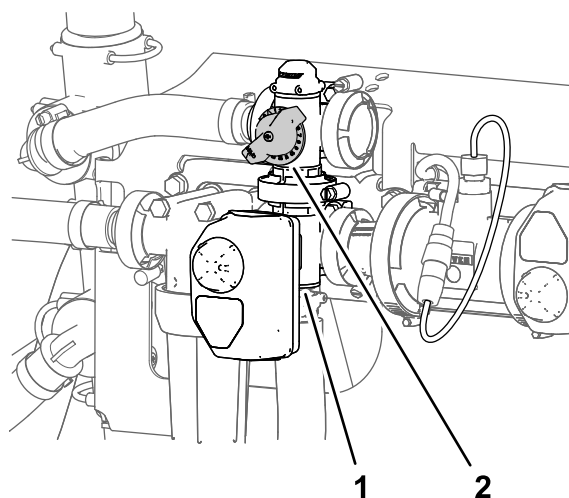

Figura 166
- Ajuste a válvula de derivação da agitação (Figura 166) até que o indicador mostre uma pressão do sistema de pulverização de 689 kPa (100 psi).